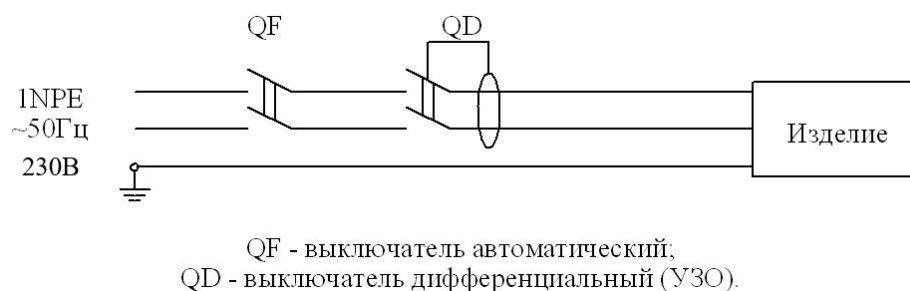

Рис.1. Схема подключения изделия к электросети.
6. 3. Изделие подключать к питающей электрической сети через внешний провод (кабель), который должен иметь три жилы с сечением $2,5-4,0 \text{ мм}^2$ для изделий с электросхемой на напряжение 230 В (рис. 1), для линий питания длиной свыше 5 м использовать кабели с сечением $4,0 \text{ мм}^2$. Внешний провод (кабель) подключать к сети через автоматический выключатель и дифференциальный выключатель (УЗО), а к изделию через автоматический выключатель в электрощите изделия. Выбор автоматического выключателя производить по большему ближайшему значению уставки срабатывания, выбор дифференциального выключателя - номинальный ток выше номинального тока автоматического выключателя и номинальный отключающий дифференциальный ток 30 мА. Для цепей защитного заземления изделия в электрощите предусмотрен болт заземления, к которой должен подключен провод “земля” внешнего провода (кабеля).